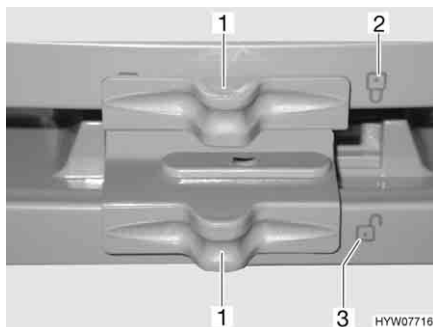

Fig. 173 Verrouillage de la porte du réfrigérateur/du compartiment congélation (Dometic Série 7 avec compartiment congélation séparé)
- Pousser le verrouillage (Fig. 173,1) de côté de telle sorte que le verrou ouvert "🔓" (Fig. 173,3) soit visible.
- Pousser le verrouillage (Fig. 173,1) de côté de telle sorte que le verrou fermé "🔒" (Fig. 173,2) soit visible.